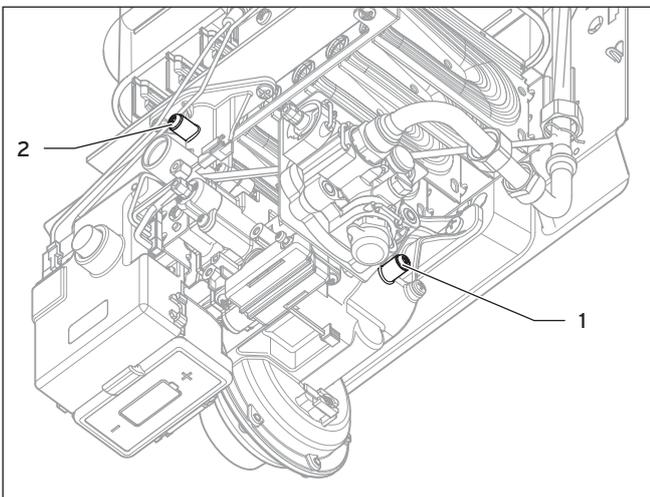

Fig. 5.1 Bocchettoni per la misurazione della pressione di allacciamento del gas
- Svitare la vite di tenuta del bocchettone per la misurazione della pressione di allacciamento (1), vedere Fig. 5.1.